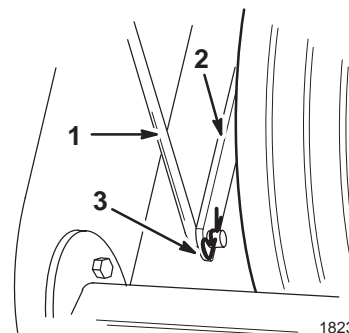

Bild 5
- Sichern Sie das untere Ende der Höheneinstellstange mit einem Splint am Bügel an der vorderen Radstütze ab (Bild 5).